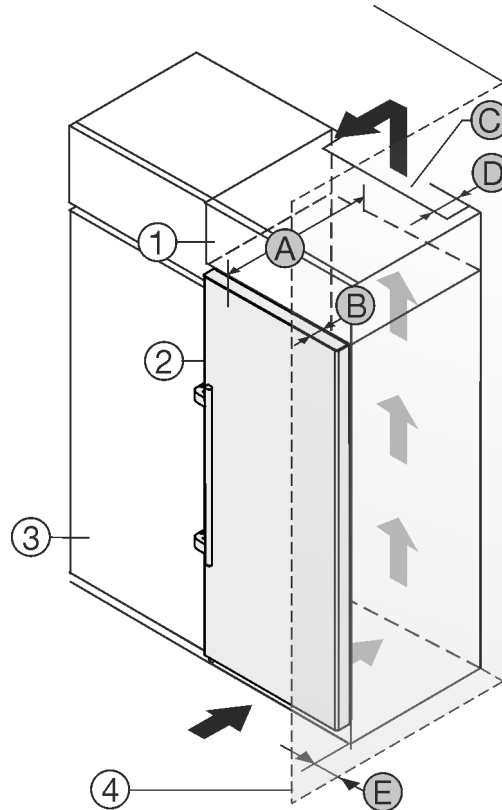

Fig. 1
- (1) Aufsatzschrank
- (2) Gerät
- (3) Küchenschrank
- (4) Wand
- (A) Gerätetiefe
- (B) Türtiefe
- (C) Belüftungsquerschnitt
- (D) Abstand Geräterückseite
- (E) Abstand zur Geräteseite
Sie können das Gerät direkt neben dem Küchenschrank Fig. 1 (3) aufstellen.
An der Rückseite des Aufsatzschrankes muss ein Abluftschacht mit der Tiefe Fig. 1 (D) über die gesamte Aufsatzschrankbreite vorhanden sein.
Unter der Raumdecke muss der Entlüftungsquerschnitt Fig. 1 (C) eingehalten werden.
Wenn Sie das Gerät mit den Scharnieren neben einer Wand Fig. 1 (4) aufstellen, dann muss der Abstand zwischen Gerät und Wand mindestens 57 mm betragen. Dies entspricht dem Griffüberstand bei geöffneter Tür.
Damit Sie die Tür vollständig öffnen können, muss das Gerät um die Türtiefe Fig. 1 (B) gegenüber der Küchenschrankfront vorstehen. Abhängig von der Tiefe der Küchenschränke Fig. 1 (3) und Verwendung von Wandabstandshaltern kann das Gerät weiter herausragen.